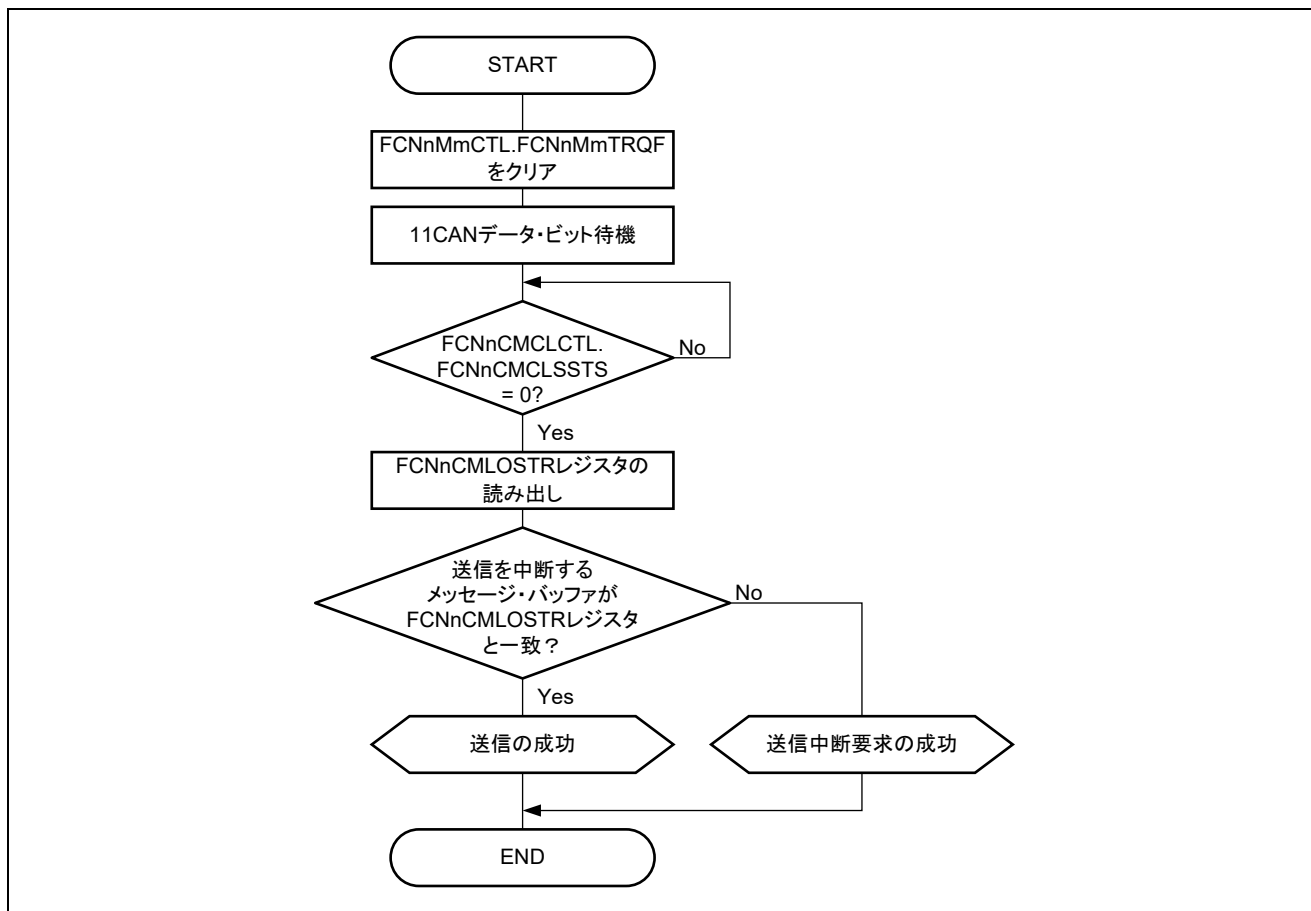
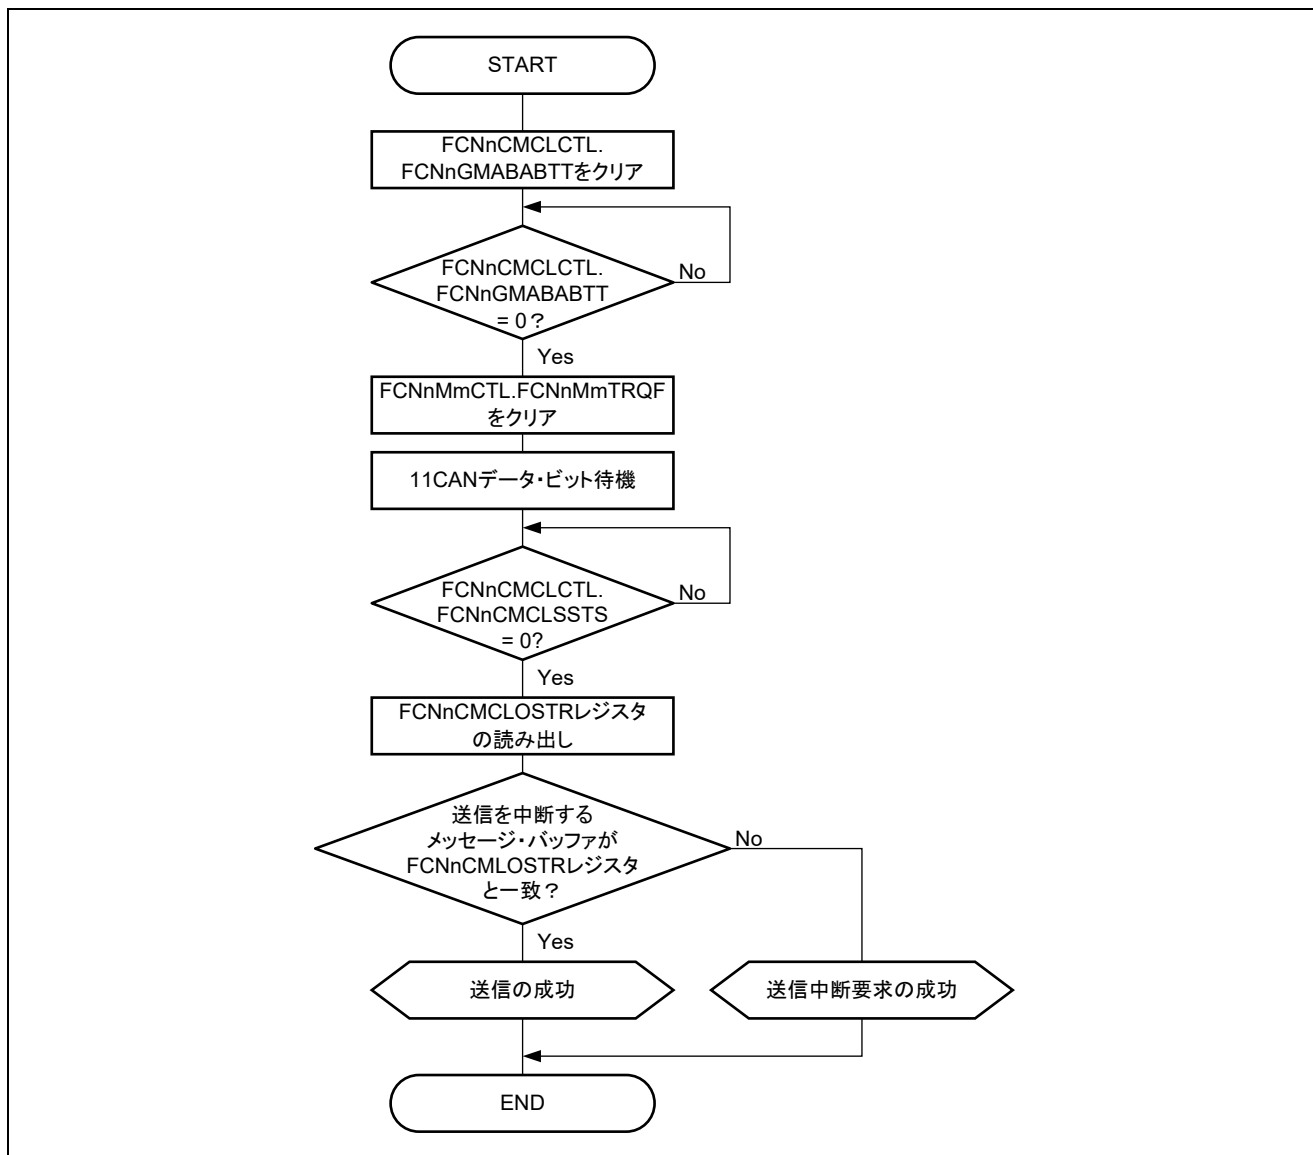

図25.24 送信中断処理 (ABT 付き通常動作モードの実行中を除く)
図25.25 送信中断処理 (ABT 付き通常動作モードの実行中) — 中断されたメッセージの再送信オプション
- ・ 動作モード中に図25.24「送信中断処理 (ABT付き通常動作モードの実行中を除く)」の送信中断処理に従った全ての送信要求クリア後の初期化モード状態時 (ABT 付き通常動作モード中は図25.25「送信中断処理 (ABT付き通常動作モードの実行中) — 中断されたメッセージの再送信オプション」の送信中断処理に従って全ての送信要求をクリアしてください。)
**2.** FCN スリープ・モード/FCN ストップ・モードへの移行要求は、図25.26「ABT送信要求中断処理 (ABT 付き通常動作モードの実行中) (1)」または、図25.27「ABT送信要求中断処理 (ABT 付き通常動作モードの実行中) (2)」の手順に従って FCNnGMABCTL.FCNnGMABABTT をクリアしたあと (ABT モードを中断したあと) で発行してください。ABT 領域以外の領域で送信要求をクリアする場合は、図25.24「送信中断処理 (ABT 付き通常動作モードの実行中を除く)」の手順に従ってください。
- 2.** FCN スリープ・モード/FCN ストップ・モードへの移行要求は、図25.26「ABT送信要求中断処理 (ABT 付き通常動作モードの実行中) (1)」または、図25.27「ABT送信要求中断処理 (ABT付き通常動作モードの実行中) (2)」の手順に従って FCNnGMABCTL.FCNnGMABABTT をクリアしたあと (ABT モードを中断したあと) で発行してください。ABT 領域以外の領域で送信要求をクリアする場合は、図25.24「送信中断処理 (ABT付き通常動作モードの実行中を除く)」の手順に従ってください。